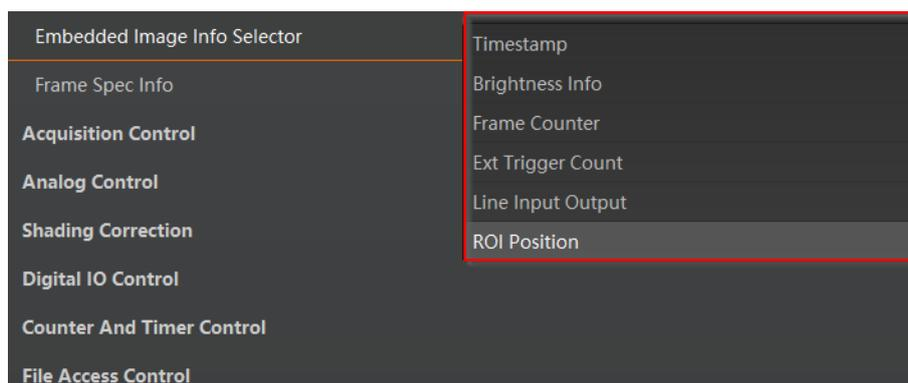

图7-2 选择水印信息
1. 展开 *Image Format Control* 属性，在 *Embedded Image Info Selector* 下拉框处，选择需要嵌入的信息，如图 7-2 所示。